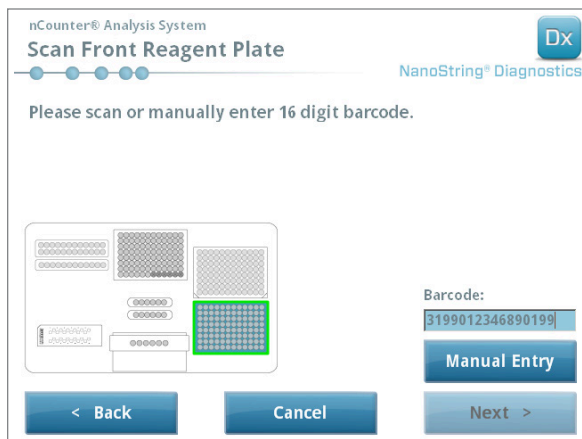

FIGURA 5.10: pantalla "Scan Reagent Plate" (Escanear placa de reactivos)
- b. Retire las tapas de plástico transparente y coloque las placas de reactivos en la cubierta, tal y como se indica en la pantalla (FIGURA 5.10).